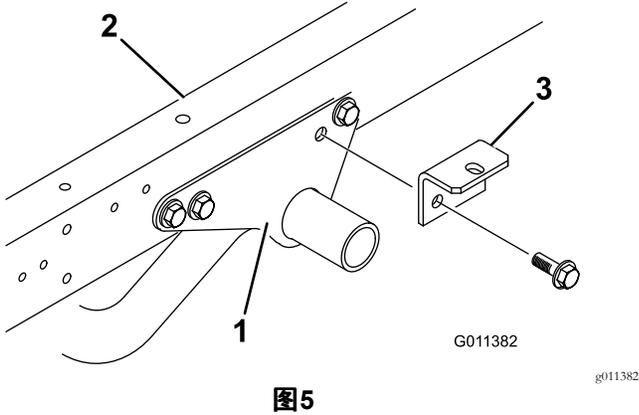

图5
- 卸下将各个发动机架安装支架的后部固定到工作车机架各侧的2个凸缘头平头螺丝和凸缘锁紧螺母图5。
- 使用之前卸下的2个凸缘头平头螺丝和凸缘锁紧螺母将附件支架松松地固定到各发动机架安装支架上图5。